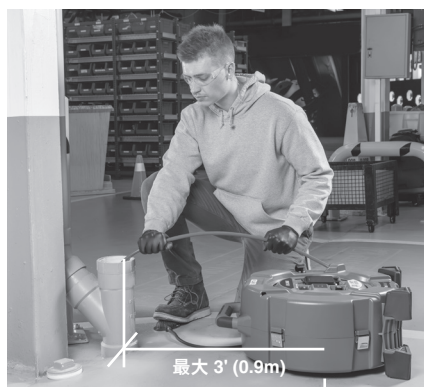

图 12 – 工作中的位置
- 选定正确的操作位置，以帮助保持对钢索组件的控制（见图 12）：
5. 戴好手套，用双手握住外露的钢索组件，双手间距保持均匀，从卷筒中拉出 6"–12" (150 mm–300 mm) 长的钢索，使钢索略微弯曲。必须用戴有手套的手扶住钢索，以便控制和支撑。不当的钢索支撑可能会使钢索扭结或绞合，并可能会损坏钢索或伤及操作员。确保管道疏通机钢索距离排水口至多 3' (0.9 m) (图 12)。